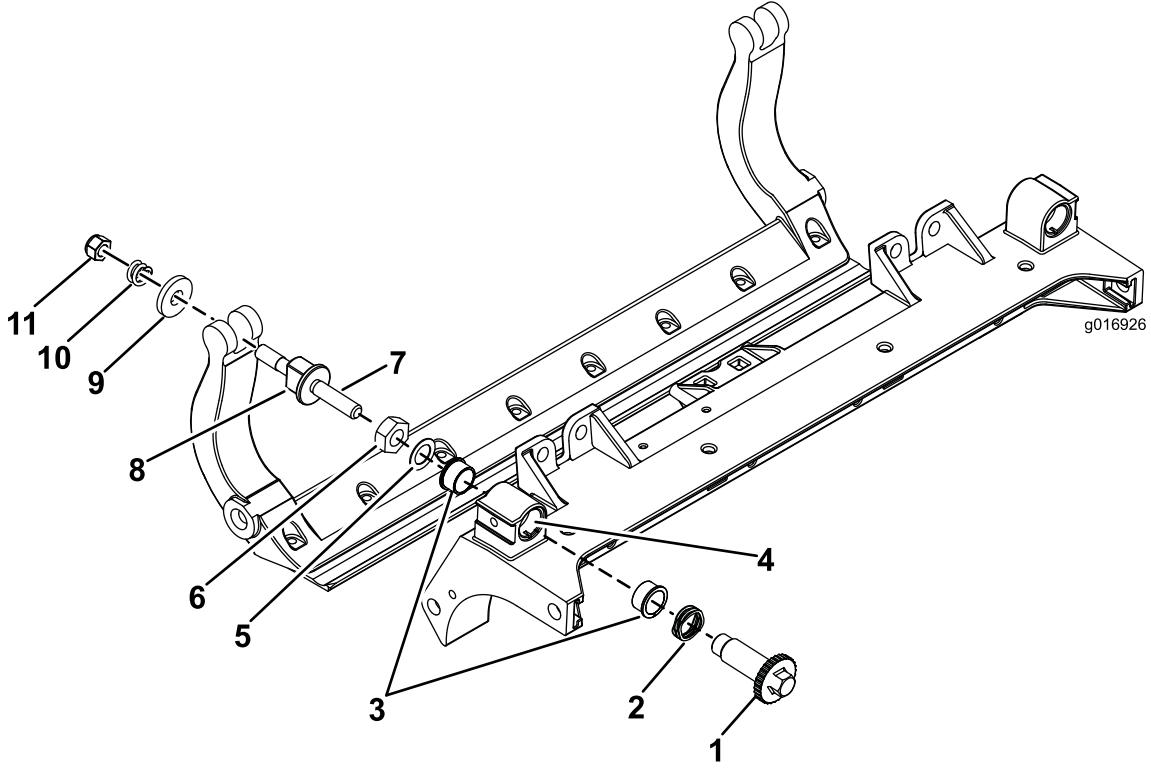

Figure 41
1. Enlevez toutes les pièces (voir les *Instructions d'installation* du kit DPA renforcé et la Figure 41).
2. Appliquez du produit antigrippant à l'intérieur du logement des douilles sur le cadre central de l'unité de coupe (Figure 41).
3. Alignez les clavettes des douilles à embase sur les fentes dans le cadre, et insérez les douilles en place (Figure 41).
4. Posez une rondelle ondulée sur l'axe de réglage et insérez l'axe dans les douilles à embase sur le cadre de l'unité de coupe (Figure 41).
5. Fixez l'axe de réglage avec une rondelle plate et un contre-écrou (Figure 41).
12. Placez une rondelle en acier à l'extérieur de chaque rondelle en nylon (Figure 41).
Remarque: Les rondelles peuvent présenter un espace à l'intérieur (Figure 41).
15. Serrez l'écrou sur chaque vis de réglage de la barre d'appui jusqu'à ce que le ressort de compression soit complètement comprimé, puis desserrez l'écrou d'un demi-tour (Figure 41).